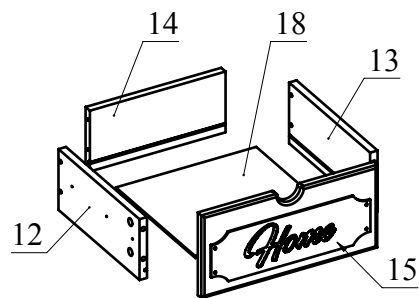
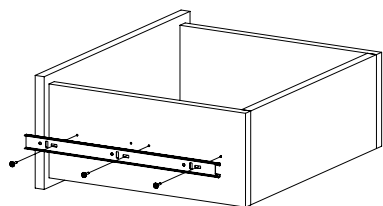

Рис. 12
Рис. 13
11. Соберите ящик. Для этого соедините детали 12 и 13 с деталью 14 при помощи конфирматов. Вставьте дно ящика 18 из ДВП в пазы деталей 12, 13, 14. Соедините фасад ящика с полученной конструкцией и затяните головки минификсов (Рис. 12). Закрепите внутренние планки направляющих на деталях 12 и 13 шурупами 3,5х16 (Рис. 13). При необходимости регулировки ящика выкрутите шурупы из круглых отверстий и переверните в овальные (продольные и вертикальные регулировочные отверстия). Не затягивая до конца шурупы, сместите ответную планку вверх-вниз. Затяните шурупы до конца. Остальные ящики собираются аналогично.